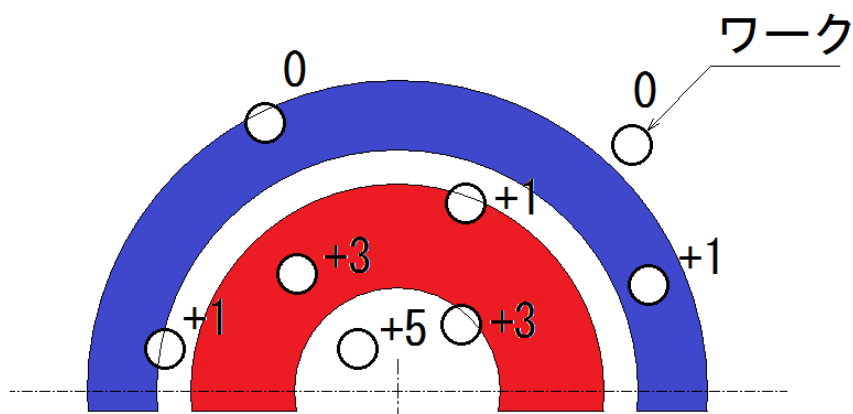

図3 ワークの位置とポイント
- (1) 競技者は指定されたコース上のスタートエリア内にロボットを設置してください。
- (2) 競技者は所定の位置にワークを設置してください。
- (3) 競技者は審判長のスタート合図の後、EV3本体のスイッチを押すことによりロボットをスタートさせます。
- (4) ロボットはスタート後、スタートエリアを出てコースに置かれたワークをロボットのアームを用いて搬送エリアに搬送します。搬送されたワークは、競技終了まで取り除きません。
- (5) 搬送したワークにロボットが触れてワークの位置が変化しても競技は継続します。
- (6) 競技時間内に全てのワークが搬送された場合、その時点の時間（時間記録）が計測されます。
- (7) 搬送完了後にロボットが接触する事などにより、ワークの転倒や搬送エリアからはみ出すなど、搬送完了状態が解除された場合には時間記録は取り消され、競技は継続します。
- (8) 全てのワークを搬送したロボットは、スタートエリアに戻ることができます。
- (9) 競技時間終了後、ロボットを速やかに自動停止してください。
- (10) 競技時間終了時点におけるワークの位置と状態によりポイントが記録されます。
- (11) ポイントは次のように付与します。（表1 および図3）